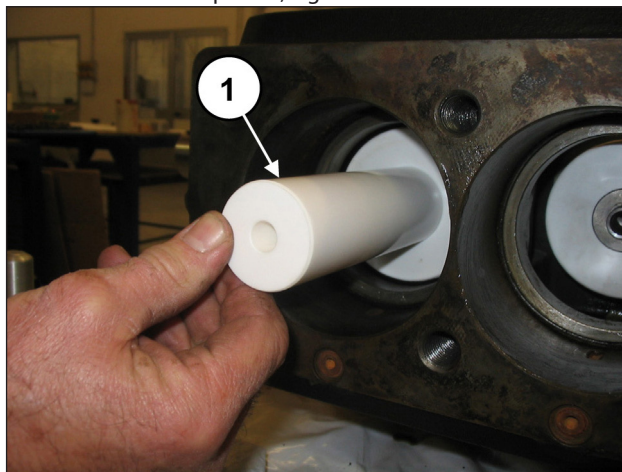
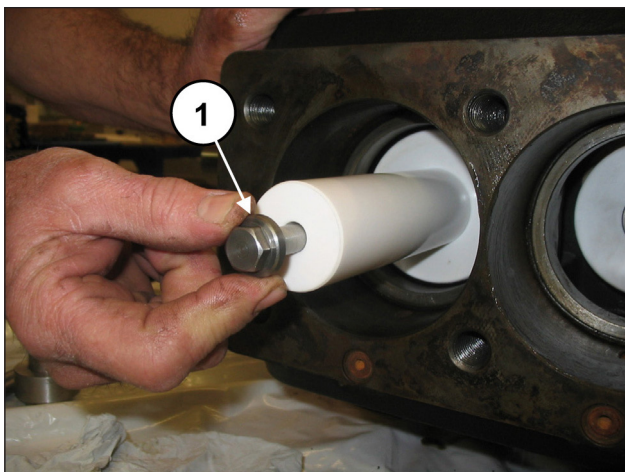

Fig. 177
Fig. 178
Montar los pistones en las guías (pos. ①, Fig. 177) y extraerlos como se indica en la pos. ①, Fig. 178.